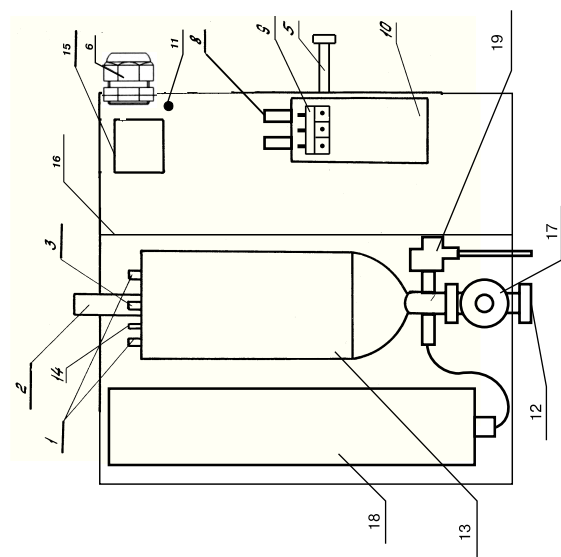

Рис. 1. РУСНИТ-205Н, 206Н, 207Н, 208Н, 209Н.
5.1. Отопитель состоит из шести частей: теплообменника (бака), блока управления, коммутационных элементов, экспанзомата, циркуляционного насоса и предохранительного клапана. (рис.1).